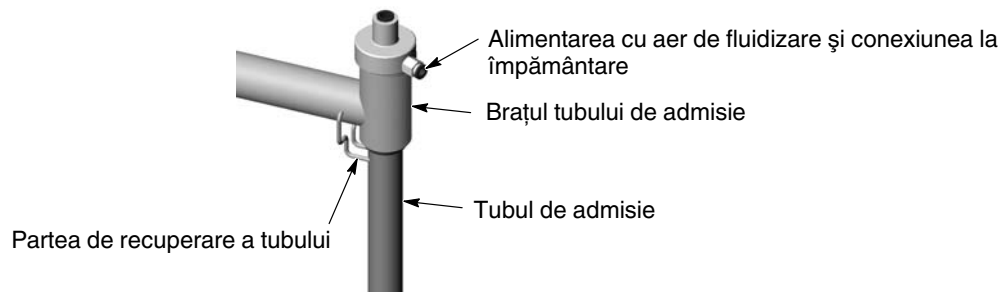

Figura 4-1 Folosirea consolei tubului de admisie
1. Vezi Figura 4-1. Ridicați tubul de admisie și basculați tubul de recuperare în jos și sub capătul tubului de admisie pentru a îl ține pe poziție pe braț.